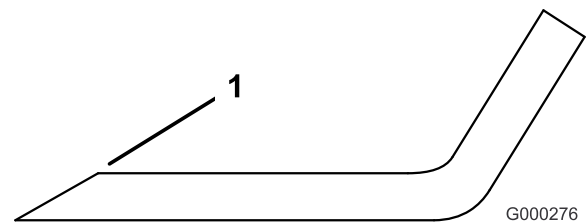

Figura 102
3. Inspeccione los filos de todas las cuchillas. Afilelos si están romos o tienen mellas. Afile únicamente la parte superior del filo y mantenga el ángulo de corte original para asegurar un filo correcto (Figura 102). La cuchilla permanecerá equilibrada si se retira la misma cantidad de metal de ambos bordes de corte.